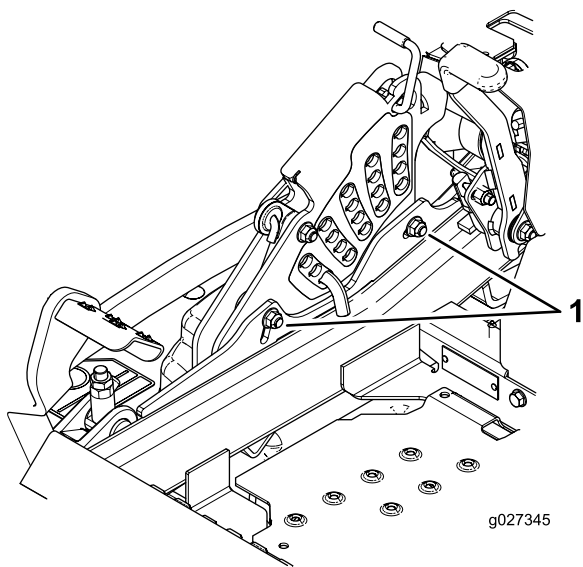

Figure 90
12. Desserrez les deux boulons au bas de la plaque de hauteur de coupe pour régler le système monopoint (Figure 90).
14. Serrez les deux boulons au bas de la plaque de hauteur de coupe (Figure 90).